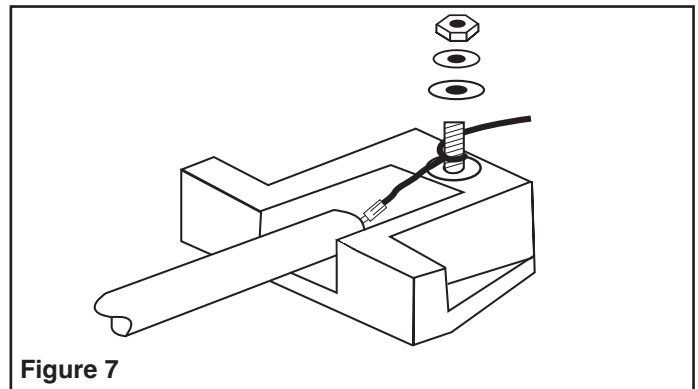

Figure 7
1. Retirez le cache du terminal de chaque côté du radiateur pour accéder aux blocs de terminaux. Desserrez l'écrou hexagonal n° 10 du terminal. Entourez les fils autour des terminaux comme indiqué sur la Figure 7. Serrez l'écrou hexagonal en vérifiant qu'il reste un peu de mou dans le fil lorsque vous avez terminé. Coupez l'excédent de fil.